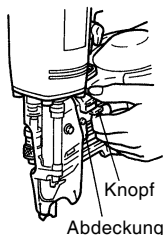

Abb. 1
- (1) Die Nägel in das Magazin einlegen.
- Öffnen Sie die Nagelführung durch Drücken der Verriegelung. (Siehe **Abb. 1**)